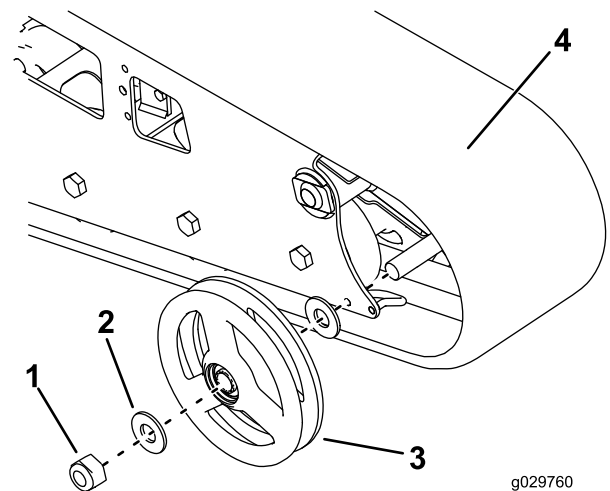

Figura 55
2. Retire la tuerca que fija la rueda delantera exterior y retire la rueda (Figura 55).
3. Retire la oruga (Figura 55).
4. Retire las 2 arandelas grandes de las ruedas exteriores, 1 de cada lado de cada rueda (Figura 55).
7. Instale la oruga nueva (Figura 55).
8. Instale la rueda delantera exterior y fíjela con la tuerca que retiró anteriormente (Figura 55).